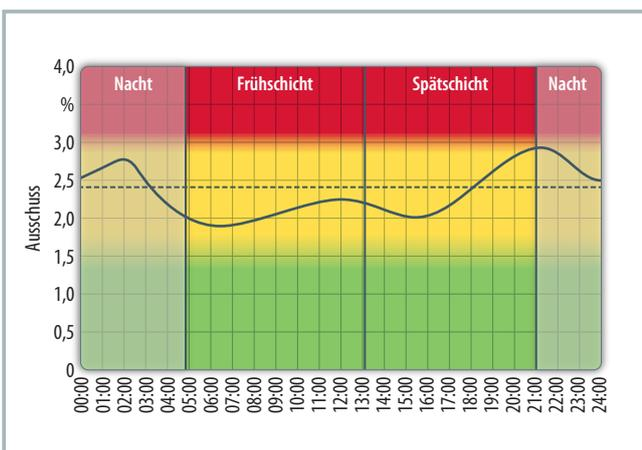

Bild 4. PKB der Qualität, gemessen im Verhältnis Gut- zu Schlechteilen. Quelle: Hochschule Karlsruhe © Hanser
Ähnliche Ergebnisse wurden auch in Bezug auf die Qualitäts-niveaus beobachtet. Bild 4 zeigt den Tagesverlauf der Qualität. Auch dieser folgt einem Biorhythmus. Dabei ist das schlechteste Verhältnis am Schichtwechsel Spät- zu Nachtschicht zu finden. Mit erheblichen Schwankungen zeigt die Anlage im ersten Drittel der Früh-schicht die beste Qualität.
- **Innerhalb der Engpassarbeitsplätze Fokussierung auf PKB-Leistungslücken:** Zur Ressourcenschonung ergibt es Sinn, sich auf jene zeitlichen Fenster zu konzentrieren, in welchen das ROP-Niveau niedriger ist als an anderen Stellen, z.B. im Beispiel Bild 4 in der Spätschicht, hier insbesondere zwischen 18:00 und 20:00 Uhr. Diese sogenannten POI-Projekte (Point-of-Interest) bündeln die Energie und zeigen daher schneller erstaunliche Wirkungen.